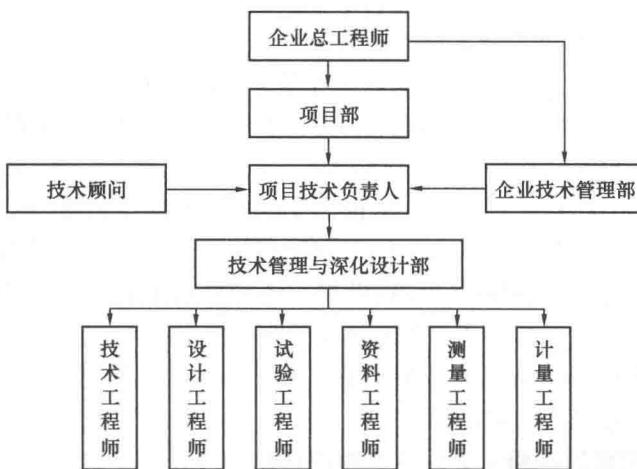

图 1-1 技术管理体系组织机构
(2) 项目部设技术管理部门，接受项目技术负责人领导，并根据工程管理的特点配备相应的技术部经理及相关专业技术管理人员。项目技术管理部门相关专业技术管理人员包括技术工程师（各专业）、测量工程师、试验工程师、资料工程师、设计工程师、计量工程师等。
(3) 项目部根据工程特点、规模、专业内容、施工图纸、工期安排等情况，由技术管理机构实施动态调整，分阶段配置。
(4) 技术管理体系组织机构见图 1-1。